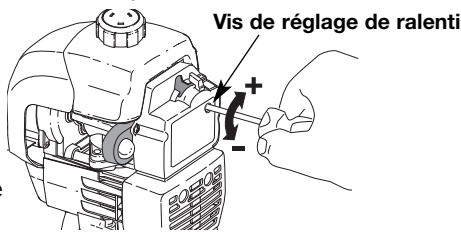

Fig. 27
Le régime ralenti du moteur est réglable par le couvercle du filtre à air/silencieux (Fig. 27).
- air/couvercle du silencieux (Fig. 27).